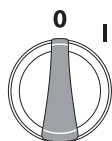
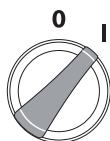

Fig. 16
Fig. 17
1. Assurez-vous que le bouton marche/arrêt (3) est bien sur « O » (éteint) (Fig. 16).
2. Branchez la prise mâle (1) sur une prise de courant adéquate.
3. Mettez le bouton marche/arrêt (3) sur « I » (marche) (Fig. 17).